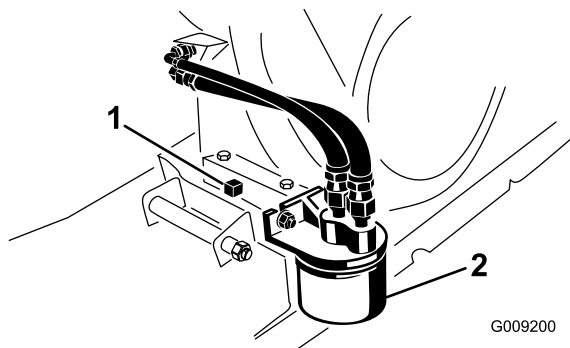

Рисунок 43
5. Установите сливной поддон емкостью 1,8 л под пробку сливного отверстия (Рисунок 43).
6. Снимите пробку сливного отверстия и уплотнение (Рисунок 43).
2. Снимите имеющийся масляный фильтр (Рисунок 43).
4. Установите новый фильтр на переходник фильтра, пока прокладка не коснется монтажной пластины, затем затяните фильтр еще на 1/2 – 3/4 оборота (Рисунок 43).